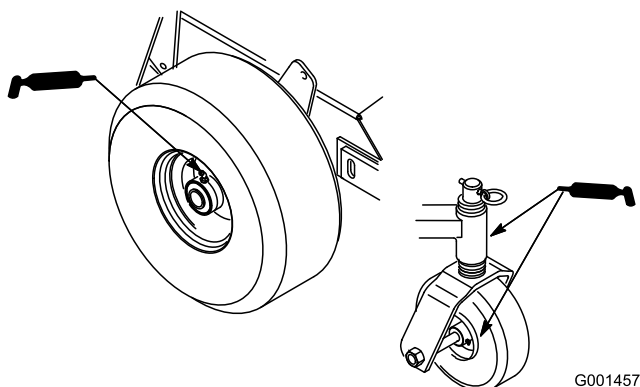

Figure 22
1. Lubrifiez les roulements des roues avant ainsi que les pivots avant (Figure 22).
2. Graissez les roulements des roues motrices (Figure 22).